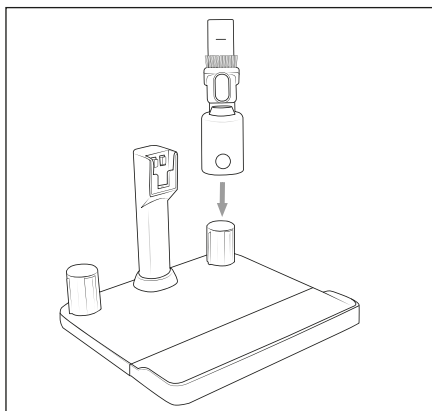

Fig. 13
- ◆ Appuyez sur l'interrupteur Marche/Arrêt ❶ pour éteindre l'appareil. L'écran d'affichage ❷ s'éteint.
- ◆ Retirez le cas échéant la brosse combinée 2 en 1 ❶ de l'appareil et placez-la sur le support d'accessoires ❸ pour la ranger (voir figure 13).